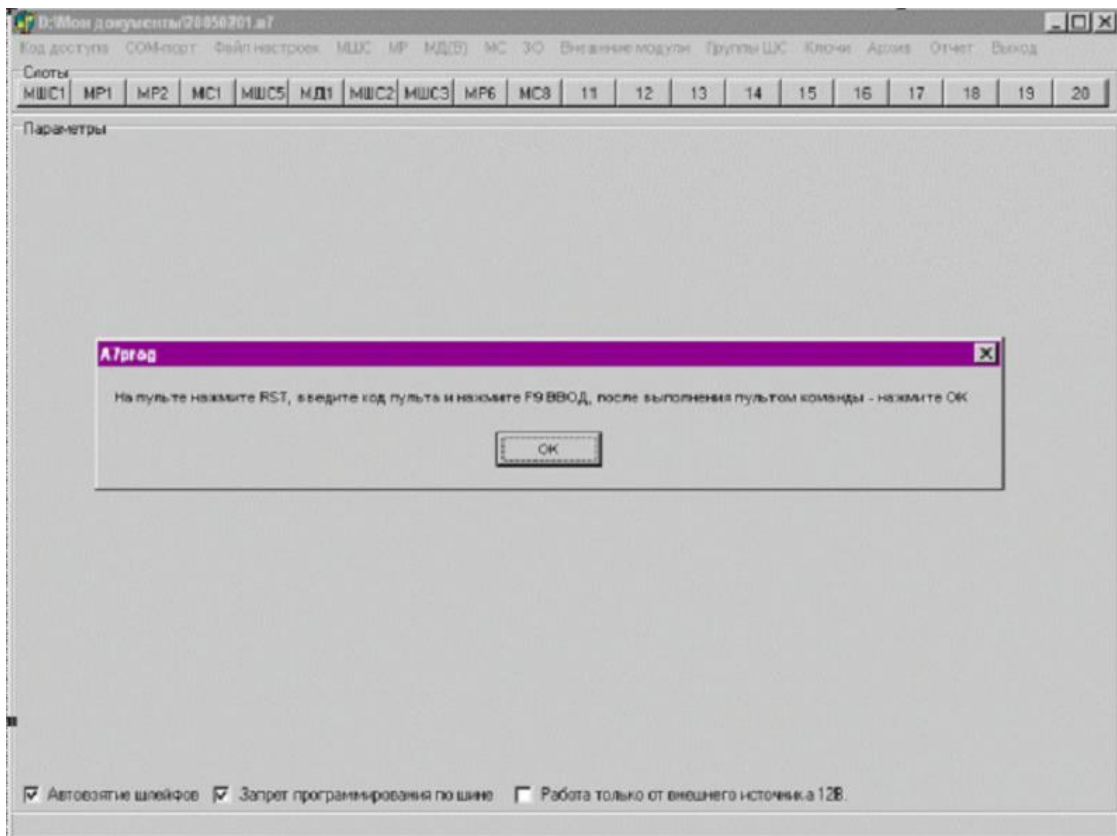

Рисунок 23
- **для ввода в прибор кодов ключей доступа электромонтеров и ГЗ** нажать кратковременно клавиши **F 9 ВВОД** пульта ввода. Индикатор **ГОТОВ** пульта ввода должен начать мигать, а через 6-7 с снова светиться непрерывно. После выполнения пультом ввода команды необходимо нажать кнопку «ОК» появившегося в основном окне программы диалогового окна (рисунок 23);